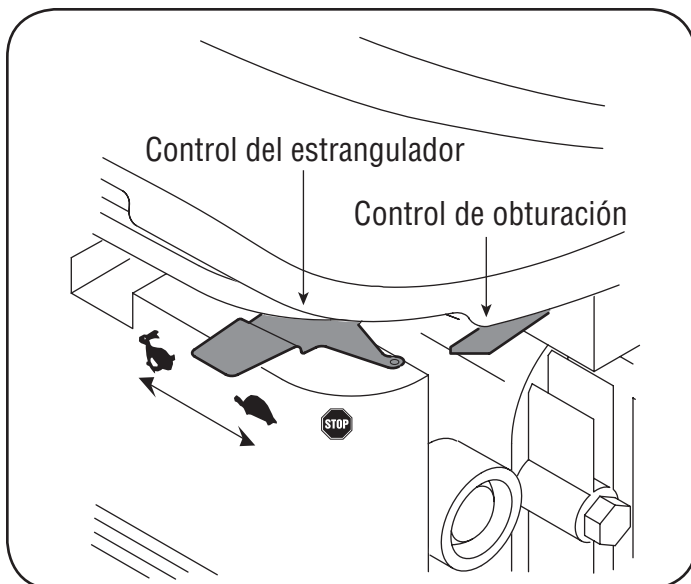

Figura 10
5. Mueva la palanca de control del estrangulador a la posición  START/RUN (encendido / funcionamiento, representado por una liebre). Vea la figura 10.
6. Mueva el control del obturador hacia el control del regulador  para obtener el carburador del motor. (Si el motor está tibio la obturación puede no ser necesaria). Vea la figura 10.